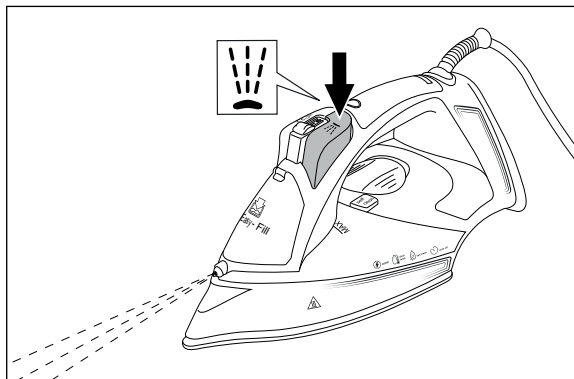

Fig. 8
- 3) Appuyez sur la touche de la fonction de vaporisation **5** (voir fig. 8).